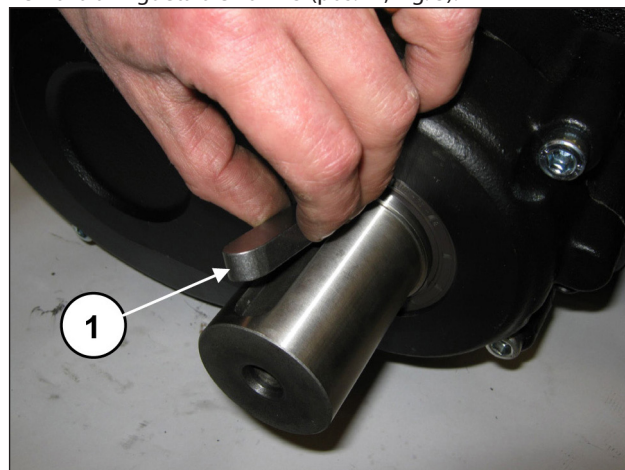

Fig. 3
Remova a lingueta o eixo PTO (pos. ①, Fig. 3).